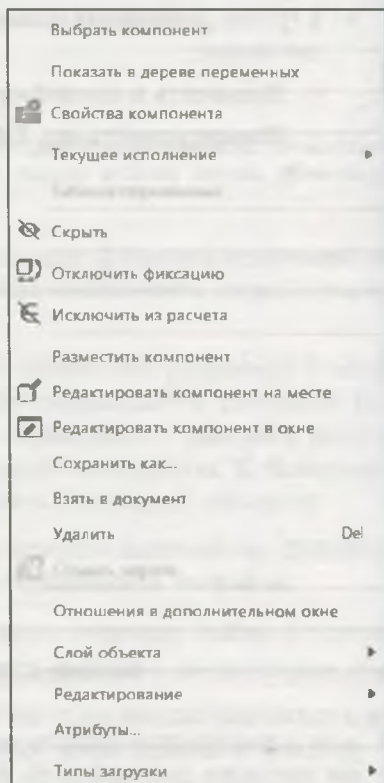

Рис. 25.19. Контекстное меню компонента
- ◆ В Дереве модели в разделе **Компоненты** появился компонент РЕД.000.007 Ось редуктора, который вставлен в текущий документ. Это базовый компонент сборки. В Дереве модели щелкните по знаку  перед разделом **Компоненты** — раскроется состав сборки. В данном случае появился новый элемент **Ось редуктора** с пиктограммой **Деталь**. Перед пиктограммой стоит знак  и знак фиксации . Нажав на знак , вы можете раскрыть историю построения модели. Знак  после пиктограммы означает, что данный компонент зафиксирован. Он первый в сборке и зафиксирован в начале координат. Компонент нельзя переместить в системе координат сборки. Для вставки в другом месте компонент необходимо удалить и повторить его вставку. Будем считать, что первый (базовый) компонент вставлен. Для удаления компонента выделите его ПК и вызовите из контекстного меню команду **Удалить** (рис. 25.19). Появляется диалоговое окно **УДАЛИТЬ ОБЪЕКТЫ**. Далее нажмите кнопку **ОК**. Данный компонент будет удален;